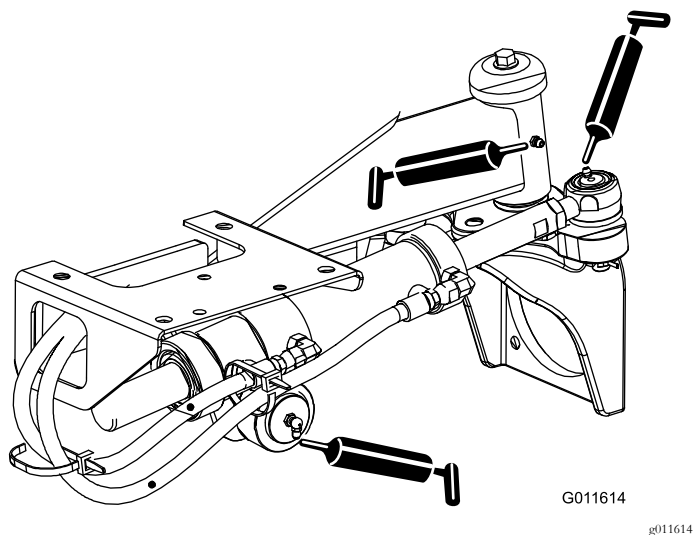

Bild 35
- Lenkzylinder-Kugelgelenke (2) und Hinterachse (1)—Bild 35